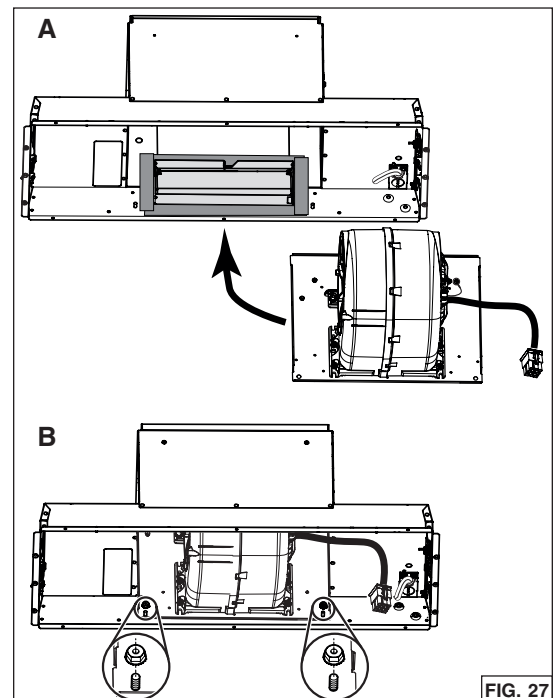

FIG. 27
- Inserte el ventilador y su placa al interior de la campana, donde estaba la placa trasera (A). Fije la placa a la campana usando las 2 tuercas retiradas previamente al paso 7 en la página 9 (B) (FIG. 27).